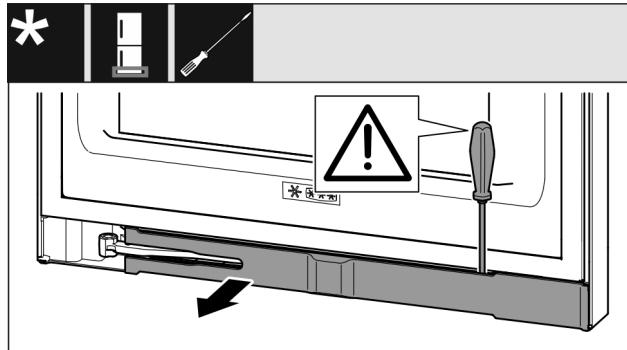

Fig. 12
- Plochým šroubovákem vyjměte záslepku a otočte ji ke straně. (viz Fig. 12)